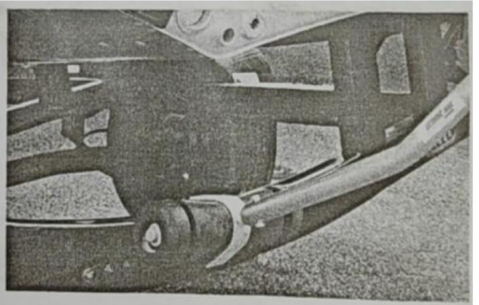

Abbildung 2
2. Installieren Sie, wie in Abbildung 2 gezeigt, die verstellbare Stange 3 (Nummer 7) an der Trommelhalterung des Anhängers.